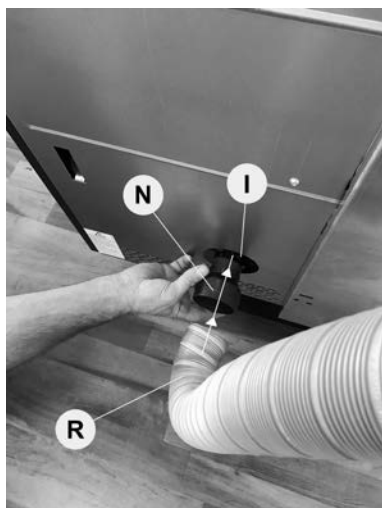
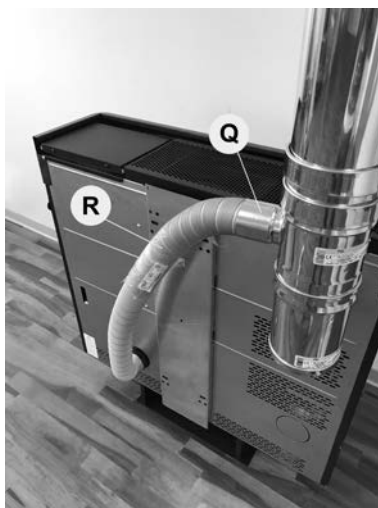
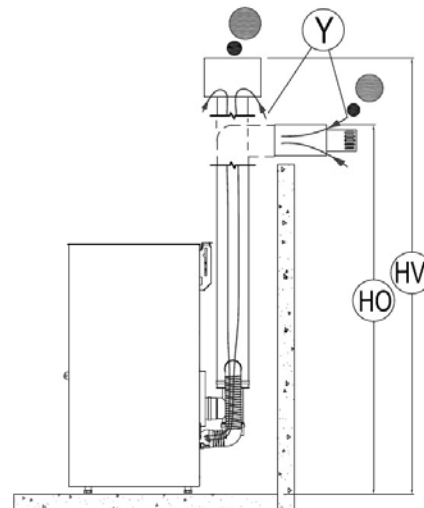

Fig. 20 - Tuyau flexible
Fig. 21 - Connections
Fig. 22 - Raccords de cheminée
- Insérez le raccord N dans le tube d'entrée d'air I (voir **Fig. 20** et **Fig. 21**). Connectez N avec Q à l'aide d'un tube flexible R pouvant supporter une température de 100 ° C (tube flexible en aluminium recommandé).
- Hauteur maximale autorisée pour une installation d'évacuation verticale (toit) HV = 6 mt (voir **Fig. 22**).
- Hauteur maximale autorisée pour une installation de cheminée avec sortie horizontale (murale) HO = 2,6 m (voir **Fig. 22**).
| LEGENDA | Fig. 20 Fig. 21 Fig. 22 |